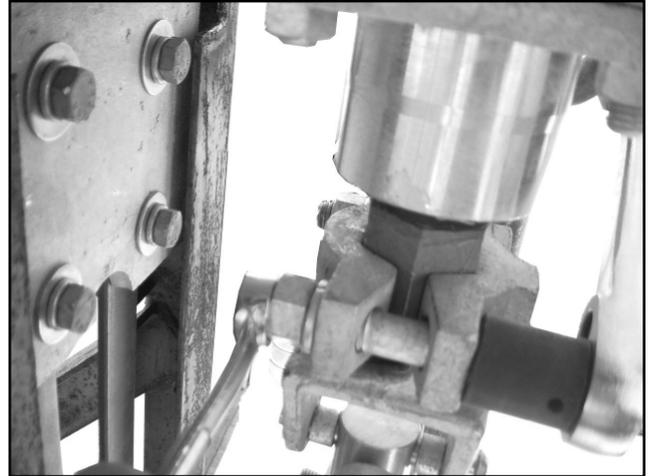

Figura 22. Colocación de Cople Hexagonal a tubo.
**Paso 15** Una vez que la caja de baleros esté bien sujeta con su placa en la estructura de montaje y a su vez a la horquilla con el tubo de 1 pulgada, se debe de poner el cople de hexagonal al tubo en la parte de la flecha saliente de la caja de baleros, ya que la barra de la caja es hexagonal y la del mecanismo es redonda. Afloje los tornillos de la parte hexagonal para sujetar la barra. Se debe tener cuidado que el cople hexagonal sienta en el perno de seguridad que tiene la barra en la parte inferior, pues si no se corre el riesgo de que el cople no se afiance bien o con el tiempo pierda sujeción en la barra. Apriete muy bien los tornillos. Ver Figura 22.